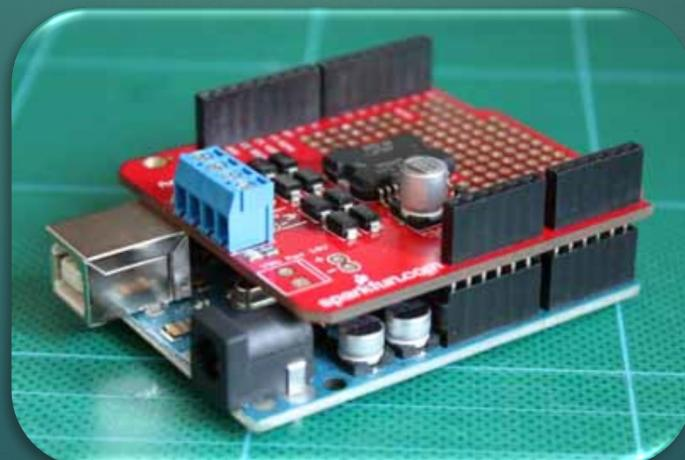

図2. 接合した状態
- ・Arduino UNO（下）とMotor Shield（上）との接合（図2参照）